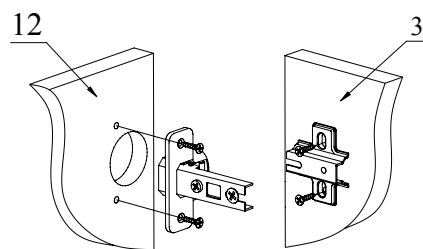

Рис.6
5. При помощи шурупов 3,5х16 закрепите петли на двери (деталь 12), а при помощи евровинтов — ответные планки петель на детали 3 (Рис. 6).